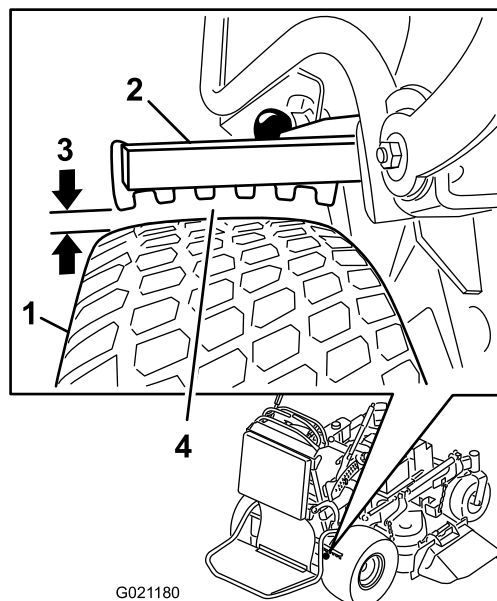

Figure 60
6. Utilisez le côté présentant le plus petit espace, et faites en sorte que la distance se situe entre 3 et 6 mm (1/8 et 1/4 po) (Figure 60). Reportez-vous à Réglage des freins (page 44) lorsqu'un réglage est nécessaire.
5. Réglez la chape. La distance entre la barre de frein et la roue doit être comprise entre 3 et 6 mm (1/8 et 1/4 po). Pour serrer le frein, tournez la chape vers le haut. Pour desserrer le frein, tournez la chape vers le bas (Figure 60).